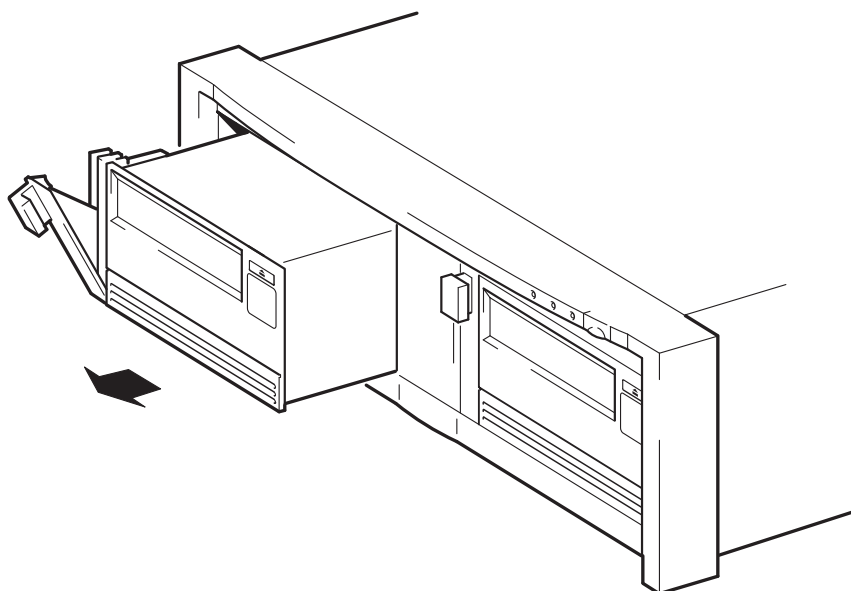

Figura 9b: extracción de la unidad
- 2 Empleando la palanca de extracción, tire de la unidad con cuidado y firmemente para extraerla de la matriz de cintas. (Véase la Figura 9b.)